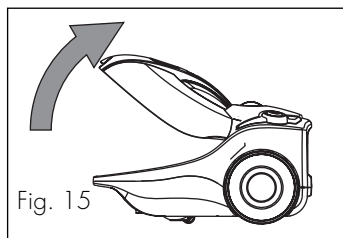

Fig. 15
Druk, om de papieren zak te vervangen, op de knop voor het openen van het stofzakvak (P) en til het deksel op (fig. 15); verwijder de stofzakhouder (fig. 16a), sluit de papieren zak door aan het lipje te trekken (fig. 16b), trek de papieren zak uit en gooi hem weg. Breng de nieuwe papieren zak in de geleiders aan, met inachtneming van de richting van de pijl (fig. 17a) en druk hem volledig aan. Breng de stofzakhouder weer aan (fig. 17b) en sluit het deksel van het apparaat door er licht op te drukken; het koppelstuk van de slang komt automatisch in het gat van de papieren zak terecht.